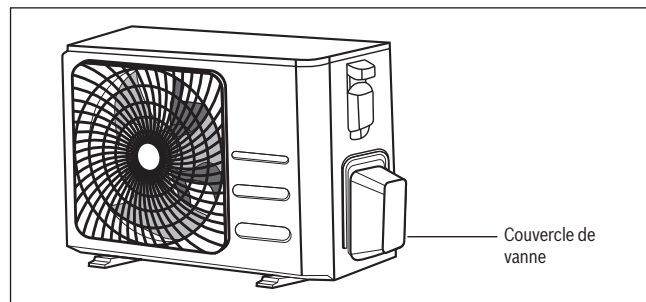

Fig. 36.
1. Dévisser le couvercle du robinet à garniture sur le côté de l'unité extérieure. (voir **fig. 36**)